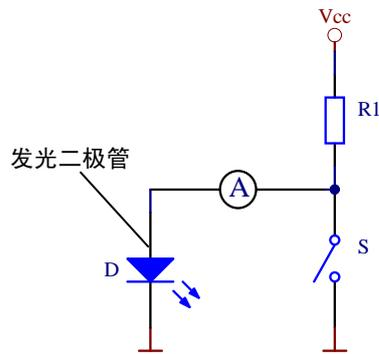
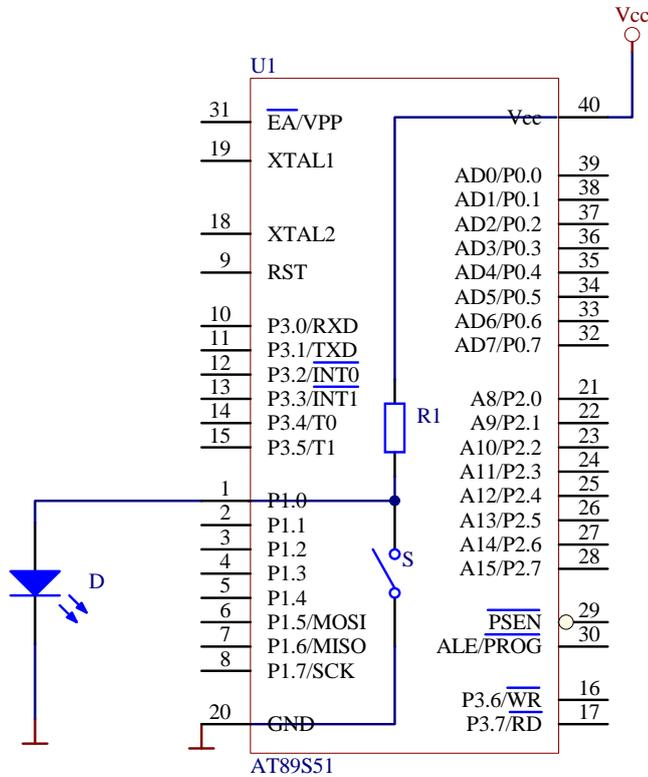

图 1-12 端口控制模型
图 1-13 单片机的端口控制
现在把电阻 R2 换成发光二极管 D，如图 1-12 所示，根据本章末尾的器件介绍环节中对发光二极管工作原理的介绍，选择合适的电阻 R1，当开关 S 断开时，发光二极管就会发光；而开关 S 闭合时，发光二极管就熄灭。所以，开关 S 能够控制发光二极管 D 的亮和灭。
图 1-12 的端口控制模型与单片机的控制有什么联系呢？其实，单片机内部的某一管脚就像集成了 Vcc、电阻 R1 和“开关 S”，如图 1-13 所示。发光二极管 D 的正极连接到单片机的 P1.0 脚上（第 1 管脚），单片机内部的电阻 R1 的一端与供电脚 Vcc（第 40 管脚）相连，另一端与 P1.0 管脚连接，也就是与发光二极管 D 的正极相连。在单片机内部有个“开关 S”，它连接 P1.0 管脚和公共地线，这个“开关 S”并不是真正意义上的机械式开关，而可以把它想象成存在于单片机内部的一个“电子开关”。这个开关能被随意地控制其通和断，这样一来，发光二极管 D 的亮灭控制由单片机“接管”了——内部的“电子开关”控制着发光二极管 D 的亮与灭。
代码。那么指令是什么样子的呢？以下就是一条中文写成的指令，用于点亮类似图 1-13 所
1. 在如图 1-13 所示的电路中，单片机的 P1.0 管脚上连接着一支发光二极管，点亮这支发光二极管的中文指令是_____。